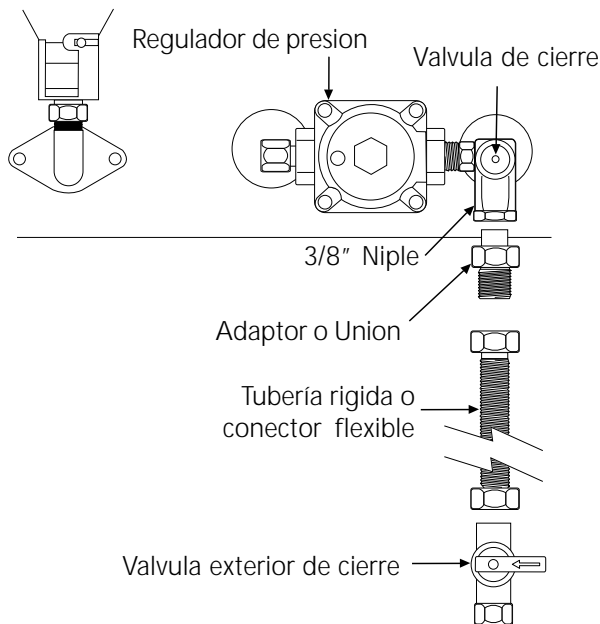

Figura 9
A. Modelo con 1 ½ cavidades (vea figura 9)